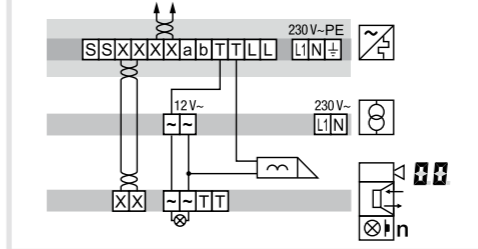

Bild 10: Briefkastenfront Video Anschluss mit manipulationsgeschütztem Türöffner
- Bei manipulationsgeschützter Installation den Türöffner an den Kontakt n der Strangversorgung anschließen (Bild 10).